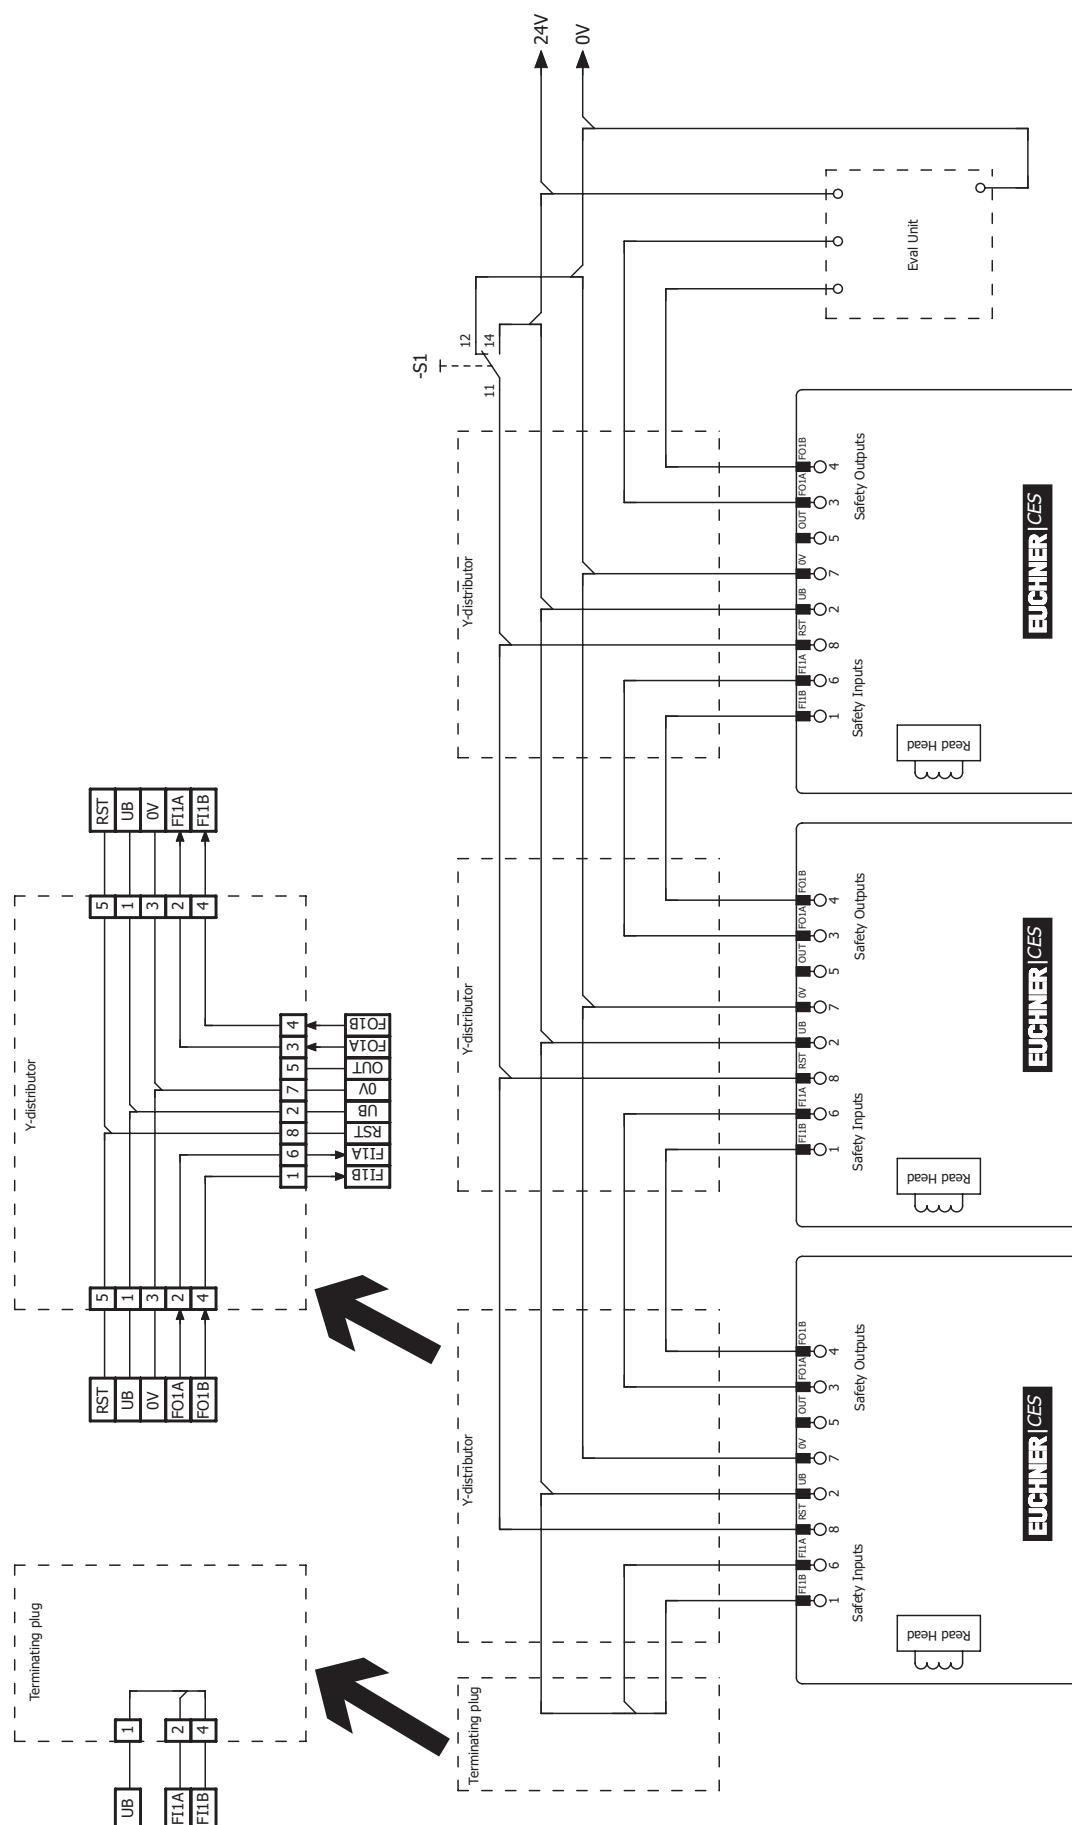

Figura 4: Esempio di collegamento in serie con reset e deviatore
- › Si dovrà utilizzare un segnale comune per tutti i finecorsa di una catena. Questo potrebbe provenire da un deviatore oppure dall'uscita di un sistema di controllo. Un pulsante, in questo caso, non è idoneo poiché durante l'esercizio il reset deve sempre essere applicato a GND (vedi finecorsa S1 alla *Figura 4 a pagina 20*).
Perché questo sia possibile l'ingresso RST deve essere collegato come illustrato alla *Figura 4 a pagina 20*.